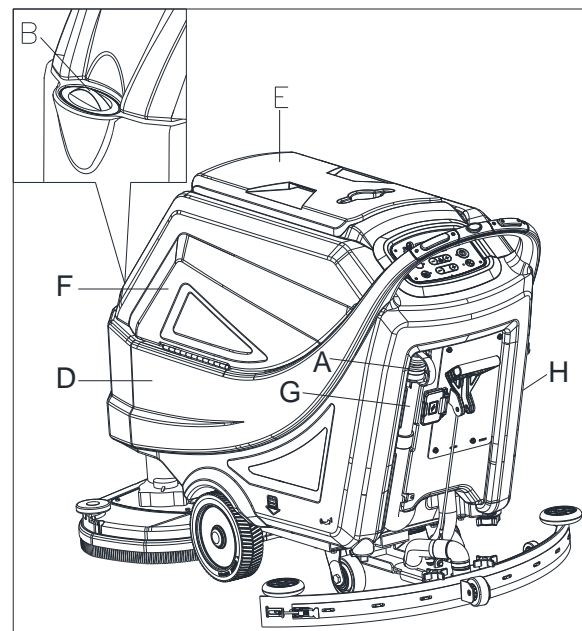

Figura 12
1. Abra la tapa de entrada del agua (B, Figura 12).
3. No llene demasiado el depósito, refiérase al indicador del nivel de agua (H) en cuanto al volumen del agua.